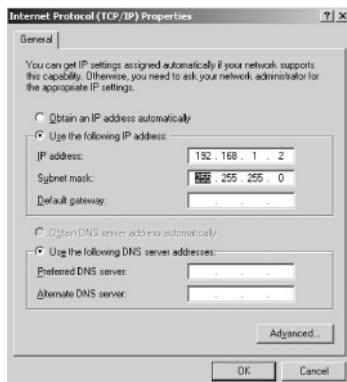

Рис. 7. Окно свойств протокола TCP/IP
- Выберите *Use the following IP Address* («использовать следующий IP-адрес») и введите параметры как показано на рис. 7.